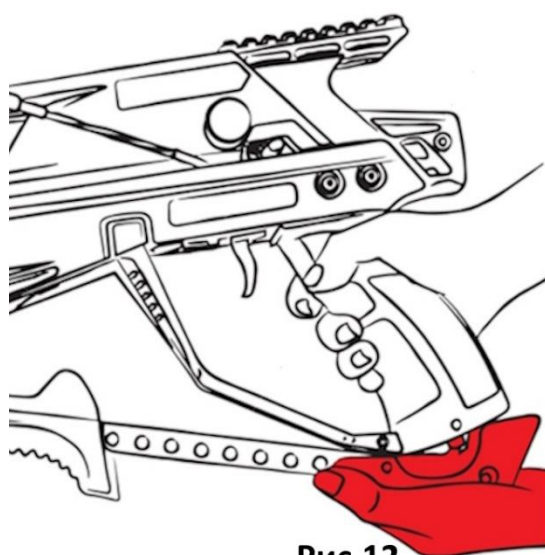

Рис.12
4. Убедившись, что спусковой механизм зацепил тетиву, с усилием, но плавно верните рычаг взвода назад в первоначальное положение. Фиксатор рычага взвода должен прочно сцепиться с рукояткой с характерным щелчком (Рис.12).